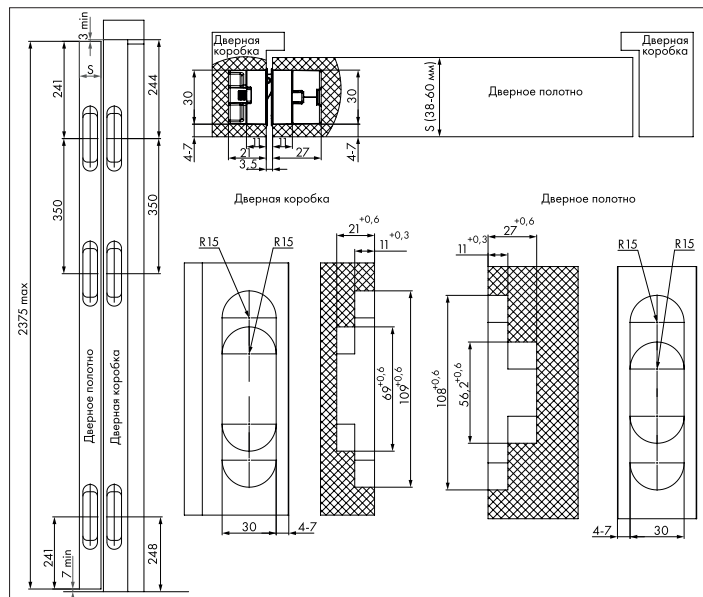

Рисунок 2 — Размеры пазов под петли.
1. Определить количество устанавливаемых петель исходя из массы дверного полотна и наличия доводчика и/или дверного упора. Отфрезеровать установочные пазы под петли в дверном полотне и в дверной коробке (см. рис. 2).